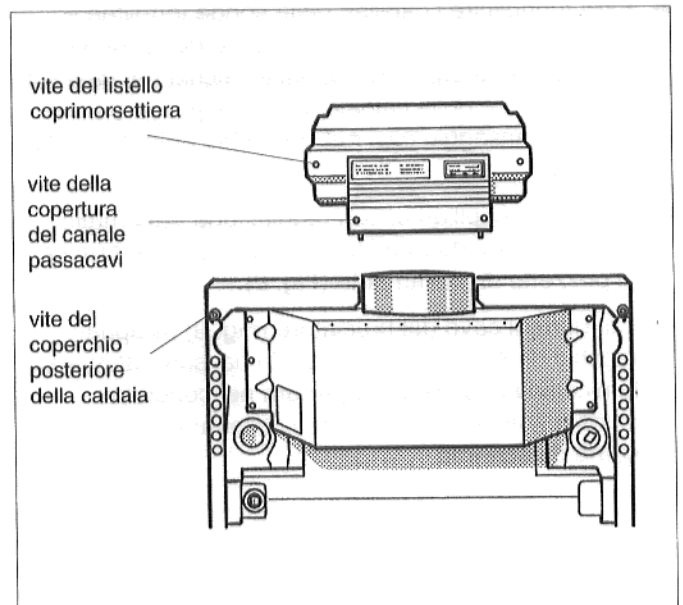

Fig. 5: Retro
- Svitare le due viti del listello coprimorsettiera sull'apparecchio di regolazione (Fig. 5). Togliere il listello coprimorsettiera.
Svitare le due viti della copertura del canale passacavi (Fig. 5). Togliere la copertura.